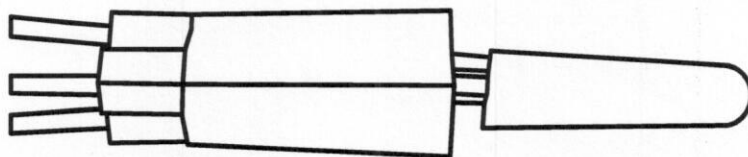

Рис. 11.
7.6. На полученное кабельное соединение надеть термоусаживаемый оконцеватель и усадить его с помощью нагревателя (газовая горелка, паяльная лампа, фен), при этом оплавление изоляции кабелей недопустимо (рис.11).